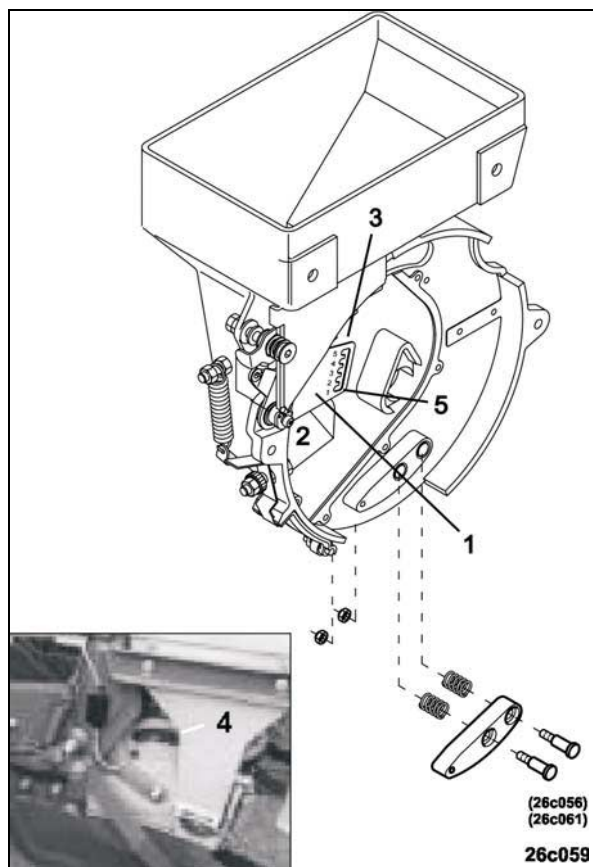

Fig. 69
Met de stand van de reduceerklep (Fig. 69/1) wordt de grootte van de doorstroomopening (Fig. 69/2) tussen het zaadbakje en het zaaihuis bepaald. De vereiste stand van de reduceerklep vindt u in de tabel (Fig. 70). Op de fabriek is de reduceerklep op stand "2" ingesteld.
F De reduceerklep is instelbaar van stand 1 - 5. Iedere stand is op de reduceerklep (Fig. 69/3) ingegraveerd.
Is er desondanks nog zaad door het inspectieluikje (Fig. 69/4 te zien, dan wordt het zaaihuis overmatig gevuld. Hierdoor loopt het zaaihuis over en leidt tot ongecontroleerd uitbrengen van het zaad.
In deze gevallen de opening naar het zaaihuis met de reduceerklep (Fig. 69/1) als volgt verkleinen:
- Boutjes (Fig. 69/5) losdraaien.
F Loopt het zaad ondanks de zeer grote doorlaatopening niet voldoende door, dan de reduceerklep (Fig. 69/1) geheel